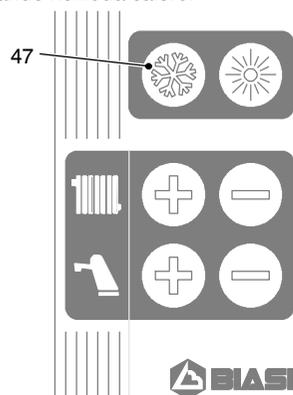
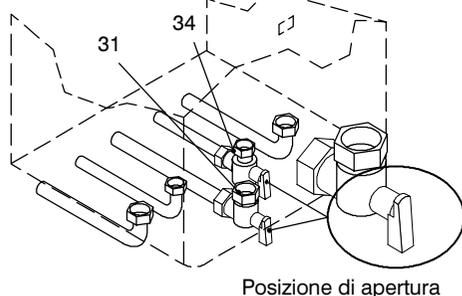
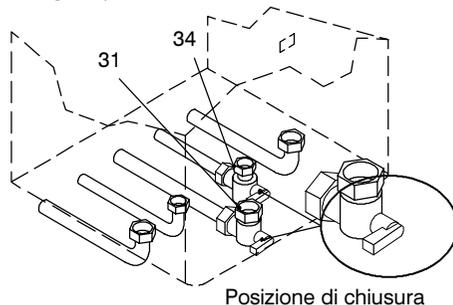

fig. 4.8
fig. 4.1
fig. 4.2
17 Aprire il rubinetto gas (31 in fig. 4.1) e avviare la caldaia premendo il tasto  (47) del telecomando caldaia (fig. 4.8).
- 1 Aprire il rubinetto del contatore gas e quello della caldaia (31 in fig. 4.1).
- 3 Richiudere il rubinetto gas della caldaia (31 in fig. 4.2).
- 5 Aprire il rubinetto (34 in fig. 4.1), lasciando chiuso il rubinetto del gas (31 in fig. 4.2).